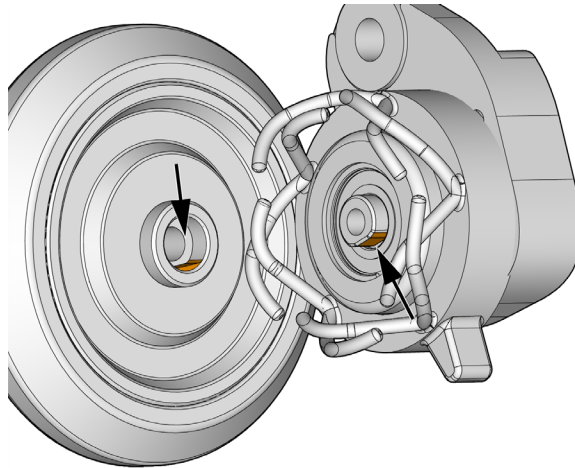

Abbildung 5-16 Flache Stellen am Rad und an der Radwelle
2. Um das Rad zu montieren, richten Sie die flachen Stellen an der Radwelle und am Rad aus. Drücken Sie das Rad auf die Radwelle, um den Einstellring zu drehen, und befestigen Sie dann die Schraube (siehe Abbildung 5-16 auf Seite 92).